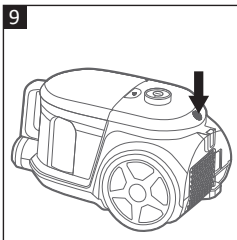

Fig. 9
3. Țineți ștecherul și apăsați butonul de înfășurare a cablului (14) ușor cu cealaltă mână pentru a înfășura automat cablul (**Fig. 9**). Ghidați cablul cu mâna pentru a preveni lovirea ștecherului și a cablului pe durata înfășurării.
4. Pentru a transporta aspiratorul, ridicați mânerul de transport (14).